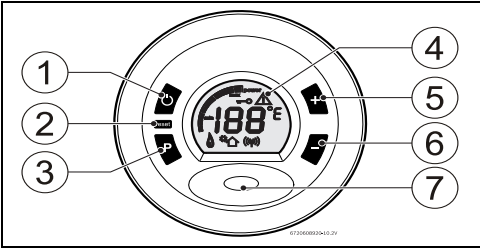

Fig. 8      *Visor digital*
- ▶ Pressionar e manter pressionada a tecla de programação (Fig. 8, [pos. 3]), colocar o interruptor principal (Fig. 8, [pos. 1]) na posição ON.